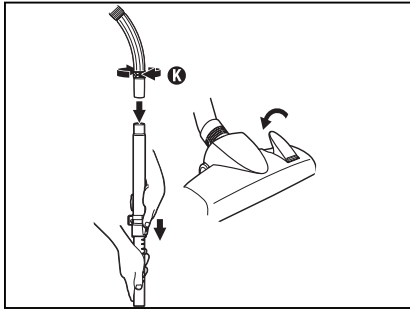

Fig. 6
**Étape 3:** Pour les modèles à tubes télescopiques, déployez les tubes en appuyant sur le bouton de verrouillage et en tirant sur le tube inférieur jusqu'à ce qu'il atteigne la taille désirée (Fig. 6).
**Étape 4:** Réglez sur l'aspiration maximale en fermant la bague (K) située sur la poignée de tuyau (Fig. 6).
**Étape 2:** Réglez sur l'aspiration minimale en ouvrant la bague (K) située sur la poignée de tuyau (Fig. 6).